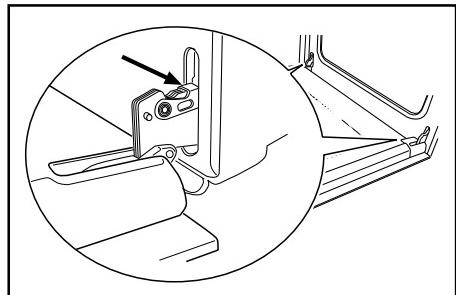

Abb. 7
- 2)** gehen Sie zu den beiden Türscharnieren (Abb. 7);